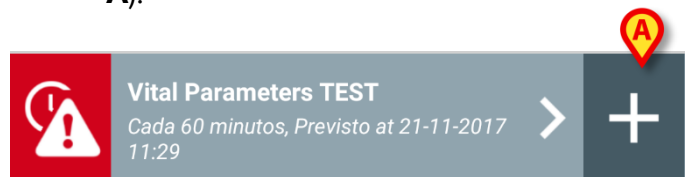

Fig 59
- Tocar el botón “+” situado a la derecha del grupo de datos dedicado /Fig 59 **A**).